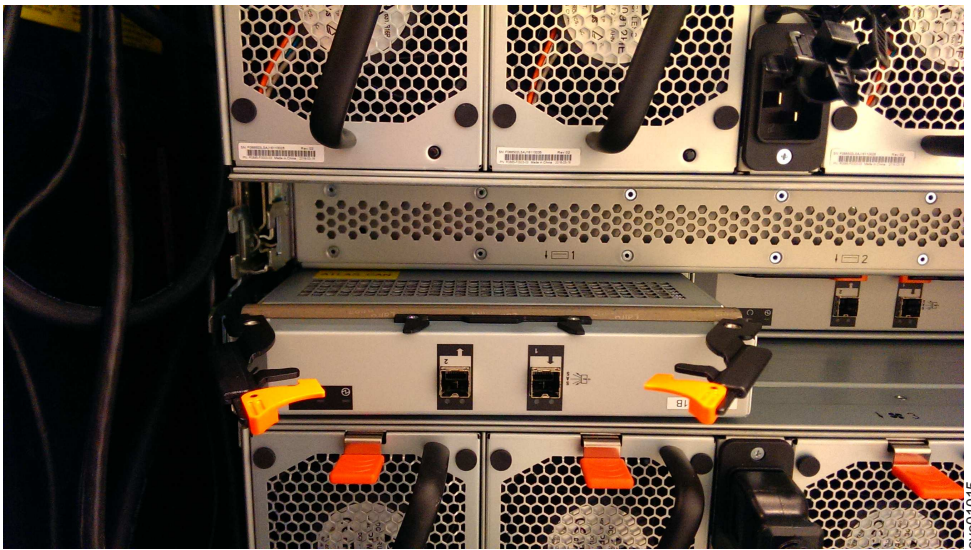

Figure 108. Retrait de la cartouche d'extension
5. Faites tourner les poignées de la cartouche d'extension vers l'extérieur, comme indiqué dans la figure 108.